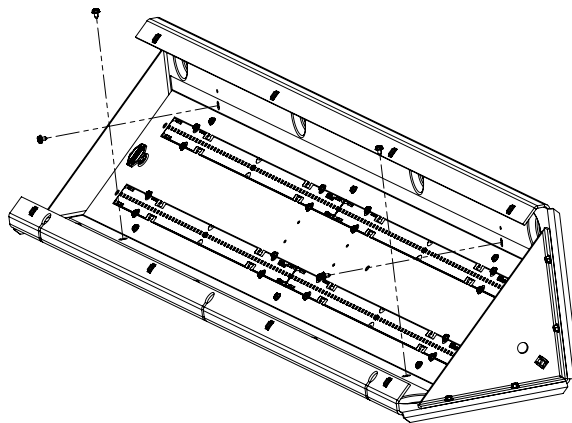

Figure 5.
Étape 8. Terminez l'installation du réflecteur en remettant en place les 4 vis blanches que vous avez enlevées à l'étape 3. (Figure 5)